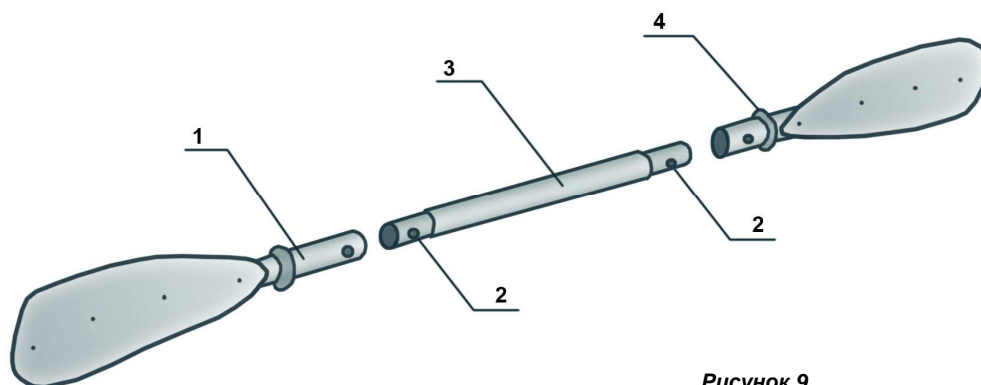

Рисунок 9.
11. Для сборки весла наденьте на цевье водосбрасывающее кольцо 4, утопите фиксаторы 2 в их гнезда (рис. 9, 10), введите рукоятку весла 3 в цевье 1 и проследите, чтобы фиксаторы 2 попали в отверстия цевья. Вёсла можно собирать в прямом варианте (когда лопасти находятся в одной плоскости) или в развернутом (тогда плоскости лопастей перпендикулярны). В процессе длительной эксплуатации байдарки в цевье весел может скапливаться вода. Для слива воды из весла в цевье на расстоянии 120 мм от круглого торца предусмотрено отверстие, закрытое изоляционной лентой. После слива воды отверстие необходимо перекрыть изоляционной лентой.